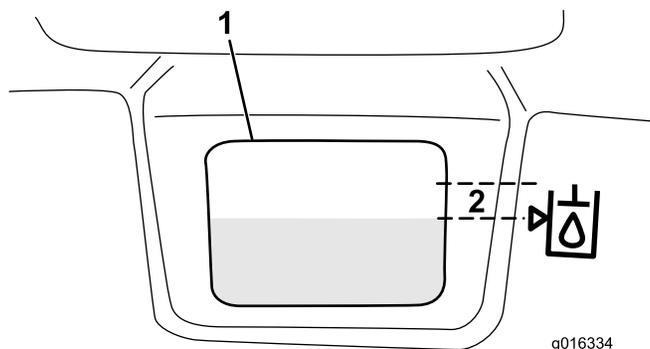

図 31
3. 油圧オイルタンクに、適切な油圧オイルを入れる；オイルの高さが、油圧オイルタンクの前側面についている確認窓の横にある矢印から6mm以内に入るまで入れる（図 31）。入れすぎないこと。